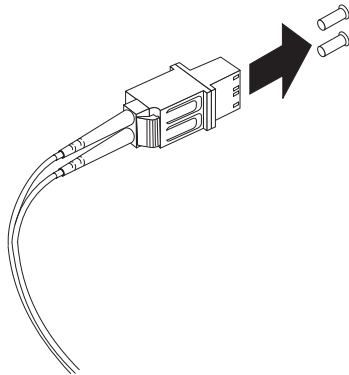

図 25. LC-SC ケーブル・アダプターの保護キャップの取り外し
3. 図 25 に示されているように、LC-SC ケーブル・アダプターの LC コネクター側の端から 2 つの保護キャップを取り外します。将来の利用のために、保護キャップを保管しておきます。